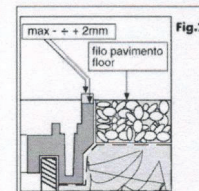

Fig. 2
- Fissare il corpo esterno assicurandosi di tenerlo leggermente al di sopra del livello della pavimentazione (superficie calpestabile), oppure di tenerlo a un'altezza minima di 2 mm (fig. 2).
- Fix the external housing with care to keep it slightly above floor level (or walking surface), or to keep it at minimum height of 2 mm (fig. 2).